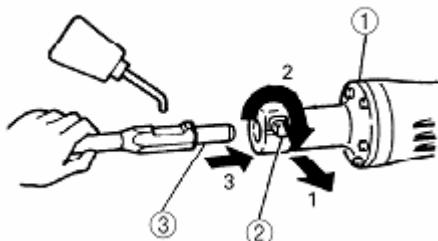
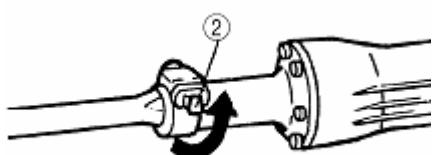

Рисунок 2
Рисунок 3
- необхідно почистити, а потім змастити невеликою кількістю (1-2 г) хвостовик змінного інструменту (3) (дивіться рисунок 2) пластичним мастилом або рідким індустріальним.
- повернути стопорний важіль (2) на 180° за годинниковою стрілкою, одночасно витягаючи його (дивіться рисунок 2).
- вставити хвостовик змінного інструменту (3) у шестигранний отвір в передній частині корпусу виробу (1).
- зафіксувати змінний інструмент, повернувши стопорний важіль (2) на півоборота у початкове положення (дивіться рисунок 3).